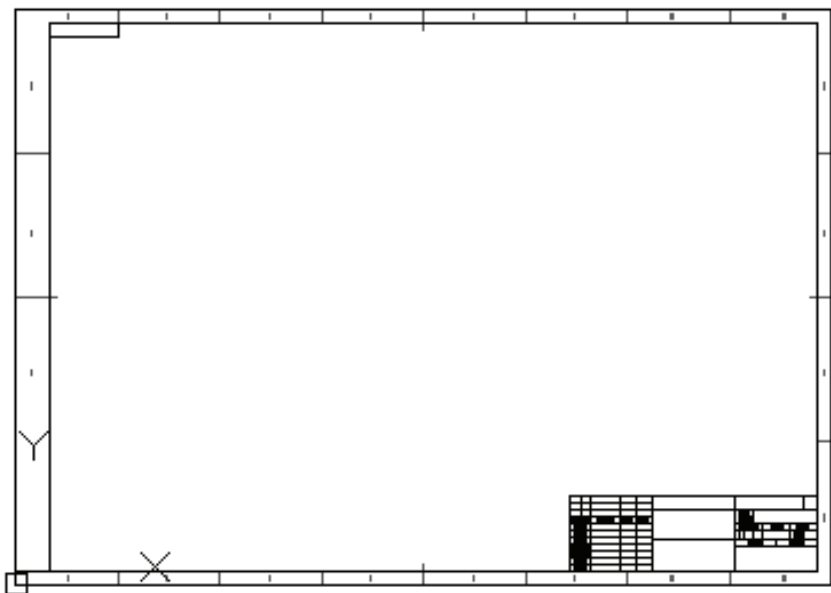

图 9-6 A2-2 样板图
1) 建立新文件。启动 AutoCAD 2016 应用程序，单击“标准”工具栏中的“新建”按钮，弹出“选择样板文件”对话框，选择随书光盘文件 X:\源文件\A2-2 样板图.dwt，单击“打开”按钮，如图 9-6 所示。另存为新文件；将新文件命名为“球阀装配平面图.dwg”并保存。